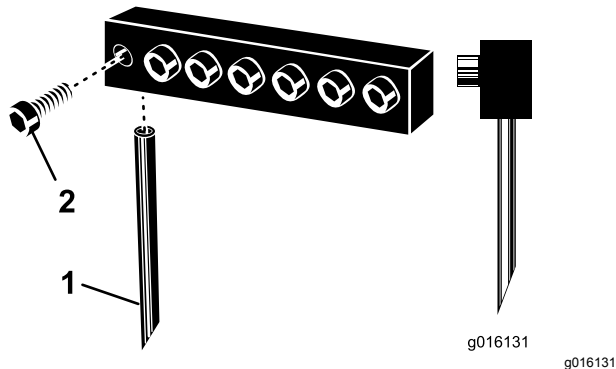

Bild 30
3. Lösen Sie die Klemmbolzen und entfernen Sie die vorher verwendeten Tines (Bild 30).
Hinweis: Der Ausstoßschlitz sollte bei Hohl-Tines nach hinten zeigen; bei Massiv-Tines sollte der Winkel an der Tines-Spitze zur Maschine zeigen (Bild 30).